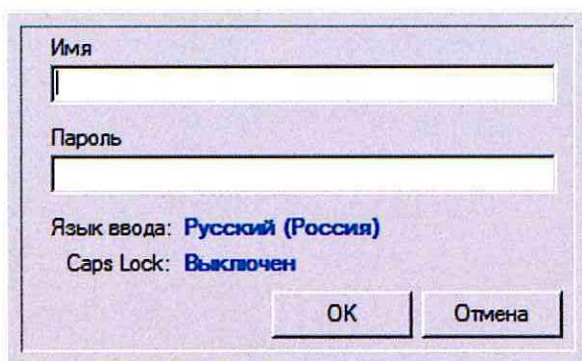

Рисунок 2. Вход в систему.
7.1.3 ДСП включает системный блок резервного АРМ ДСП, вводит код доступа, переходит на управление станцией с резервного АРМ ДСП (Рисунок 2).